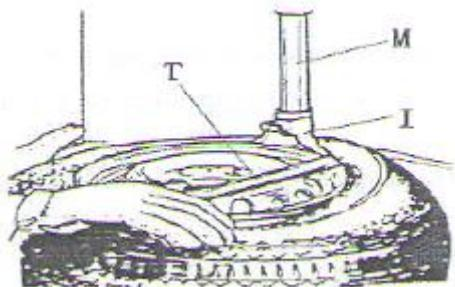

Рис.6
Опустить вертикальную направляющую (M), чтобы монтажная головка (I) оказалась над ободом колеса. Зафиксировать вертикальную направляющую и горизонтальный рычаг в этом положении нажатием на кнопку пневматической блокировки (K). Монтажная головка автоматически поднимается над закраиной обода на 2-3 мм. Вставить монтажную лопатку (T) между бортом шины и передней частью монтажной головки (I), подцепить борт шины на монтажную головку, как показано на рис. 6.
Удерживая монтажную лопатку (T), как показано на рис.6, повернуть стол по часовой стрелке нажатием на педаль (Z). Закончить операцию после полного отделения борта шины. Повторить эту операцию для другой части покрышки. Снять шину с диска колеса. Нажать педаль (H), чтобы откинуть колонну назад и снять колесо со станка.